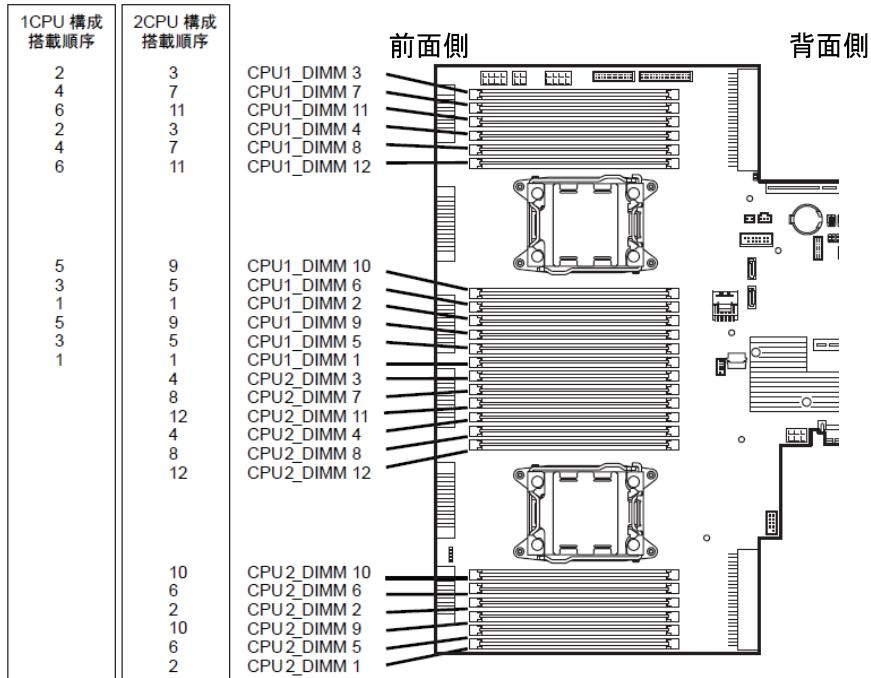

図2.
- ・メモリボードは次の順序で増設します。(図2参照)
- ・1CPU構成時は図2の1CPU構成に記載の順序で増設してください。
- ・2CPU構成時は図2の2CPU構成に記載の順序で増設してください。